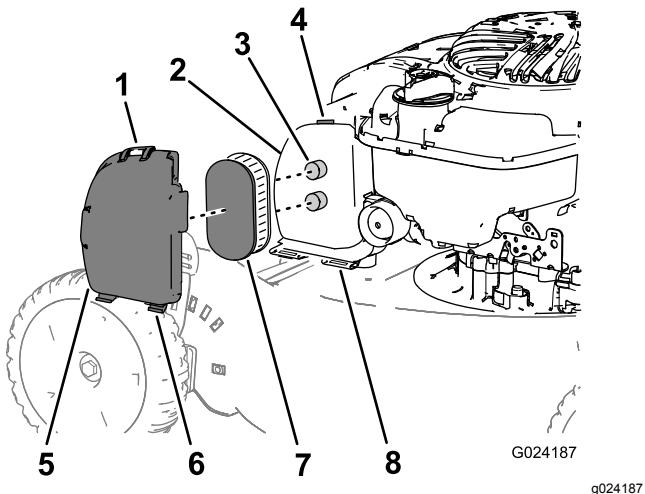

Figura 17
- Premete la linguetta superiore sul coperchio del filtro dell'aria (Figura 17) e aprirete il coperchio.
- Togliete l'elemento del filtro dell'aria (Figura 17).